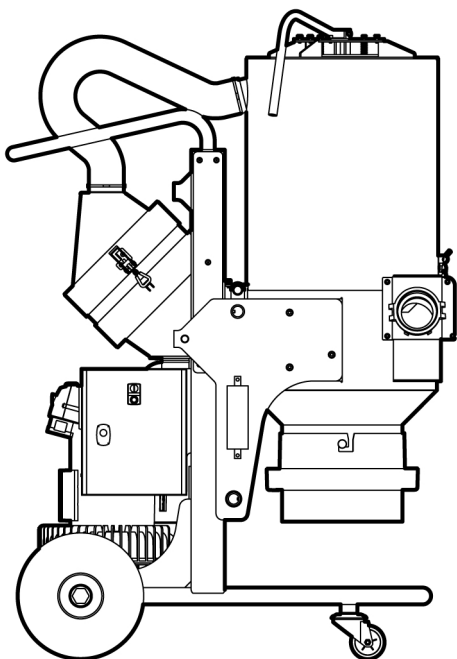
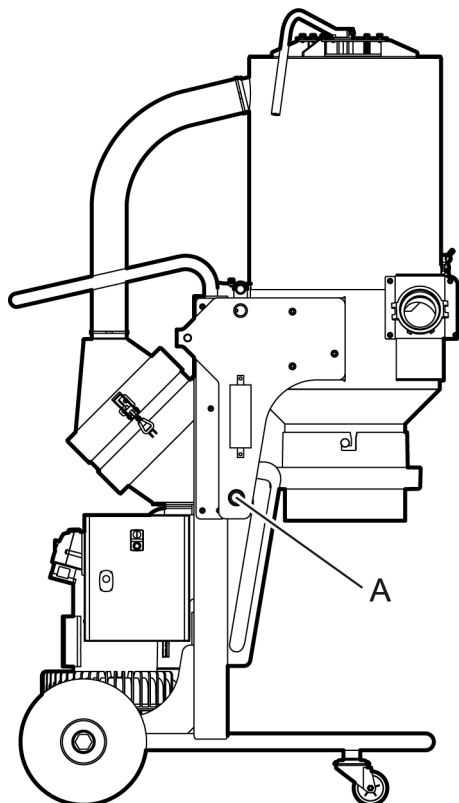
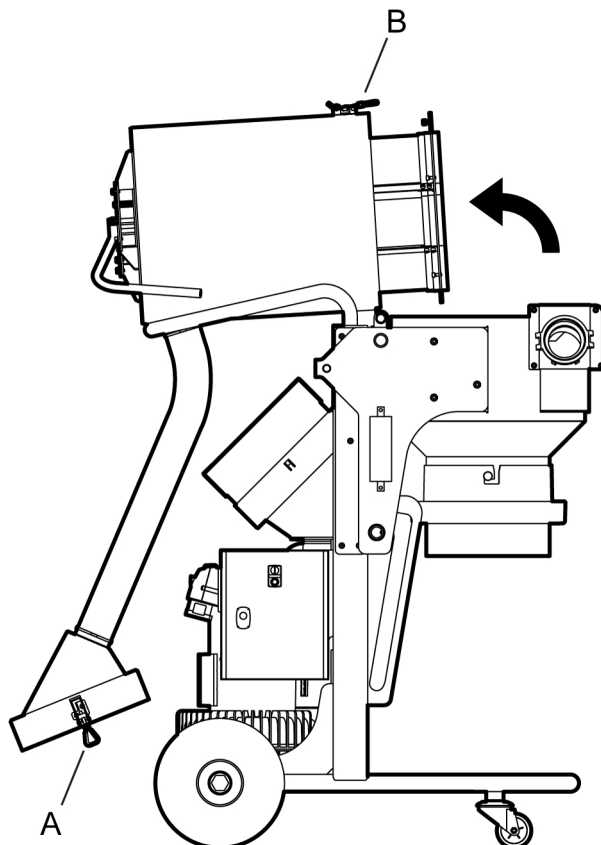

Figure 4-1. Position de transport
Figure 4-2. Position de service
Figure 4-3. Abaisser en position d'entretien
Le séparateur de poussière peut prendre trois positions : transport, service et entretien (remplacement du filtre à manche), voir *Figure 4-1, page 12*, *Figure 4-2, page 13* et *Figure 4-3, page 14*.
Le séparateur de poussière peut être abaissé en position de transport, voir *Figure 4-1, page 12*.
Pour faire fonctionner le séparateur de poussière, celui-ci doit être en position de service, voir Figure 4-2, page 13.
- Soulevez le cylindre de la position de transport en saisissant la partie inférieure du cylindre et en poussant tout le guidage dans les rainures. Assurez-vous que le cylindre se couche dans la position supérieure des rainures, voir repère A sur Figure 4-2, page 13.
Pour abattre le séparateur de poussière en position d'entretien, il faut séparer la partie supérieure du cylindre de la partie inférieure, voir Figure 4-3, page 14.
Partez du séparateur de poussière en position de service, voir Figure 4-2, page 13. Procédez ensuite comme suit :
1. Libérez les deux fixations rapides (voir repère A dans *Figure 4-3, page 14*) qui retiennent le porte-filtre absolu. Laissez le porte-filtre et le flexible pendre derrière le ventilateur de la gaine latérale, voir *Figure 4-3, page 14*.
2. Libérez la fixation rapide (voir repère B dans *Figure 4-3, page 14*) qui maintient ensemble les parties supérieure et inférieure du cylindre, puis basculez doucement la partie supérieure vers la poignée, voir *Figure 4-3, page 14*.
Pour l'installation de Longopac, il est recommandé que le séparateur de poussière soit en position de service, voir *Figure 4-2, page 13*.